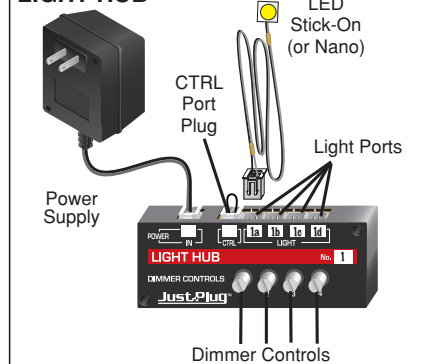

Fig. 2
- Use included Connecting Cables to connect to Light Hubs (Fig. 2), another Expansion Hub (Figs. 3 and 4), train power pack (Fig. 5) or DCC relay unit (Fig. 6).
Insert Connecting Cable Plug into Expansion Hub **HUB** Port and opposite Plug into Light Hub **POWER IN** Port (Fig. 2).
- Utilisez les câbles de connexion inclus pour se connecter aux concentrateurs de lumière (**Fig. 2**), un autre concentrateur d'expansion (**Fig. 3 et 4**), bloc d'alimentation pour train (**Fig. 5**) ou unité de relais DCC (**Fig. 6**).
Insérer fiche de connexion câble dans concentrateur d'expansion **HUB** port et contraire fiche dans concentrateur de lumière **POWER IN** port (**Fig. 2**).
- Use los cables de conexión incluidos para conectar a Light Hubs (**Fig. 2**), otro Expansion Hub (**Figs. 3 y 4**), alimentador (**Fig. 5**) o unidad DCC (**Fig. 6**).
Inserte el enchufe del cable de conexión en el puerto Expansion **HUB** y el enchufe opuesto en el puerto **POWER IN** del Light Hub (**Fig. 2**).